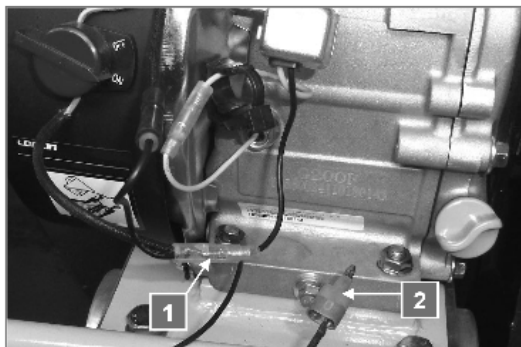

Рис. 15
•Разъедините клемму «1», и соедините два разомкнутых конца с клеммой провода аварийной остановки «2» (рис. 15).